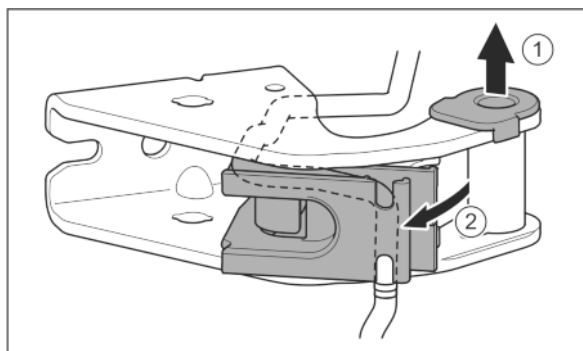

Fig. 29
- ▶ Izvucite čahuru ležaja iz vodilice. Fig. 29 (1)
- ▶ Zakrenite držač kabela prema van. Fig. 29 (2)